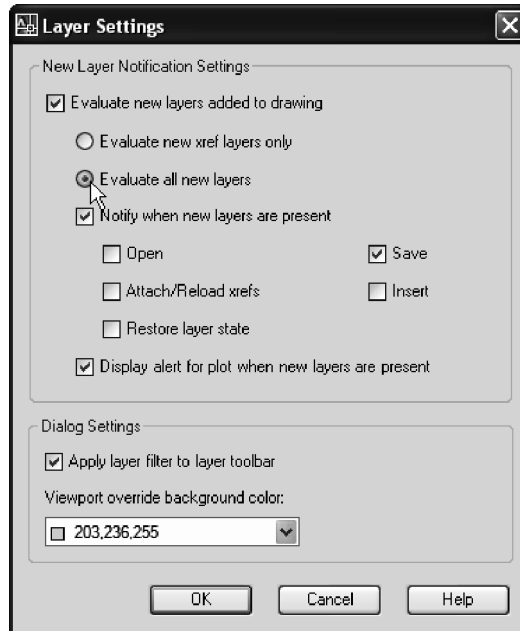

Fig. 5.31 Fereastra **Layer Settings**
2. În fereastra **Layer Properties Manager** se acționează butonul **Settings**, ceea ce are ca efect apariția ferestrei de dialog **Layer Settings** din Fig. 5.31.